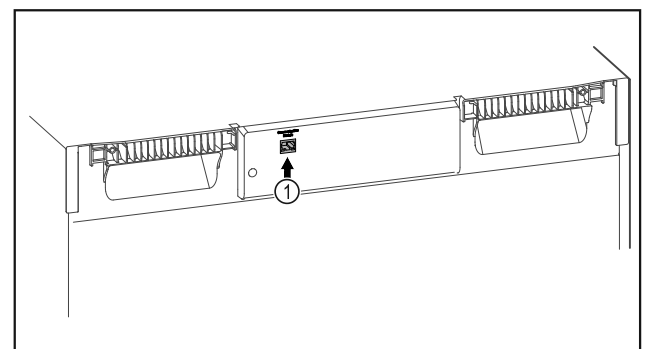

Fig. 85
- A SmartModule Fig. 85 (1) be van helyezve.